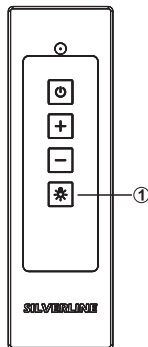

Abb. 17: Licht ein-/ausschalten
1. ➔ Drücken Sie die Taste ☼ (Abb. 17/1).
2. ➔ Drücken Sie erneut die Taste ☼ (Abb. 17/1).